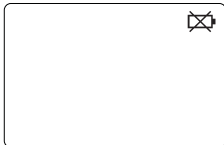

Abbildung 7
1. Ersetzen Sie die Batterie, wenn "  " in der oberen rechten Ecke der LCD-Anzeige erscheint. (Siehe Abbildung 7)